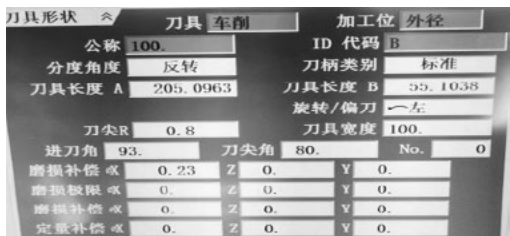

图 15 补偿设置
(1) 在 ESPRIT 等 CAM 软件里面设置，将具有精度尺寸要求的，均取中差值，不带精度尺寸的对 0 即可。
(2) 实际加工过程中，取不带公差的、要求较低的尺寸，加工后，测量尺寸，编程尺寸减去测量尺寸得到的数值，在机床内进行补偿；如果试切部位有精度要求，应修改 CNC 程序或者在机床内补偿后试切，试切后，再进行磨损补偿，如图 15。
(3) 在加工完两端后，加工中间段之前，换刀片，重复第二步骤。